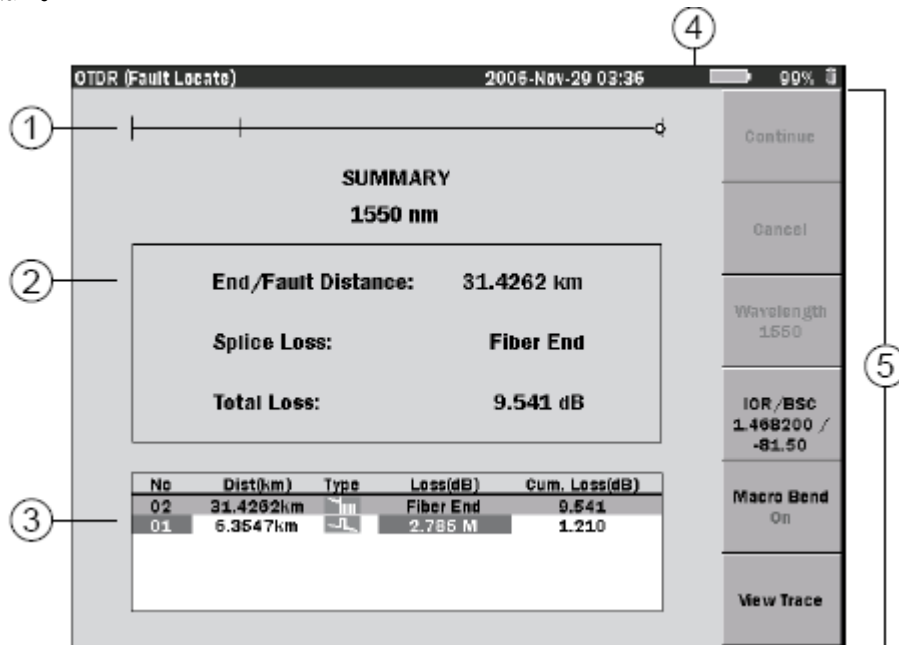
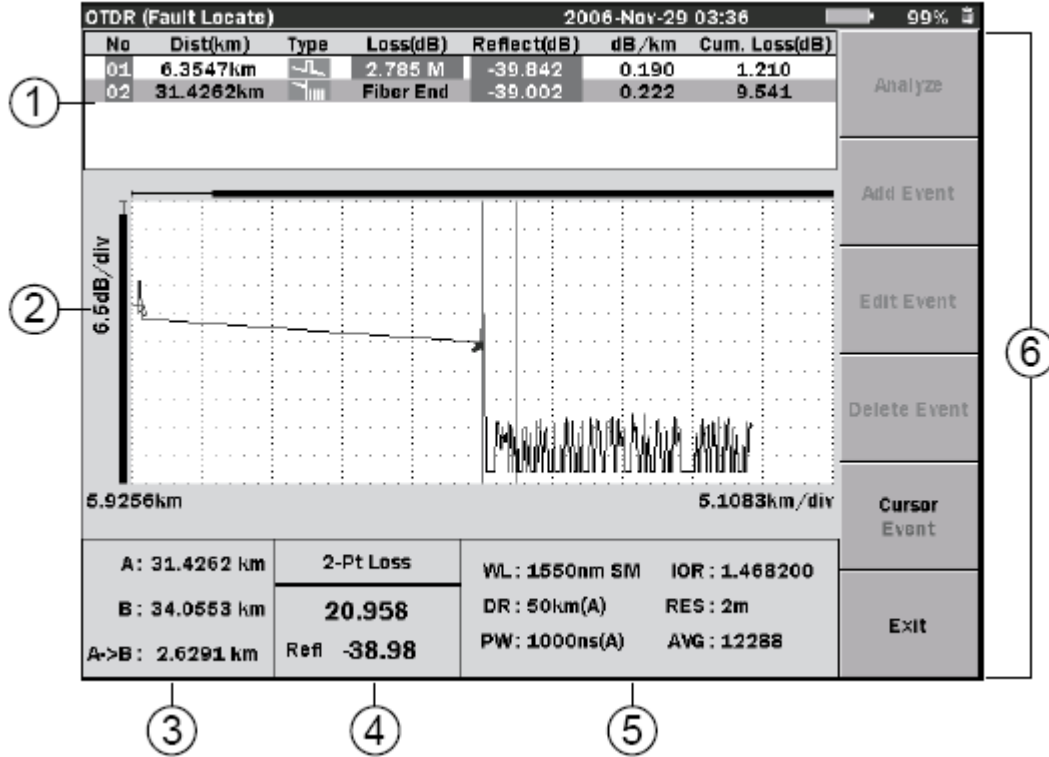

图5-8 : OTDR (故障定位) 概述画面
图5-10：OTDR (故障定位) 轨迹画面第一层
被测光纤示意图是被测光纤的状况参考。图5-8中,光纤上每个事件的相对位置通过竖线标出。
在OTDR (故障定位) 概述画面 (图5-8) 下按F6 (轨迹视图) 可进入OTDR (故障定位) 模式的第一层轨迹画面 (图5-10)。
损耗模式、测量和反射信息区 (图5-10, 第四项) 显示下列信息：
光纤测量参数区 (图5-10, 第五项) 显示为当前测试设置的测量参数：波长 (WL)、距离范围 (DR)、脉冲宽度 (PW)、折射率 (IOR)、分辨率 (RES)、平均模式 (AVG)
按 F4 返回到 OTDR(故障定位)模式的轨迹画面(图 5-10)